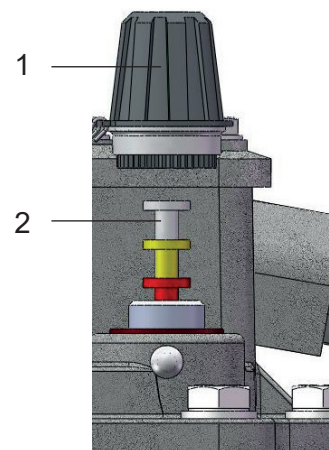

Рис. 10 - Кнопка контроля
- Отвинтить большую глухую гайку (рис. 10/ № 1)
- Контрольную кнопку (рис. 10/ № 2) вжать наполовину и удерживать в этом положении (контроль верхней системы коммутации – срабатывание на сигнал)